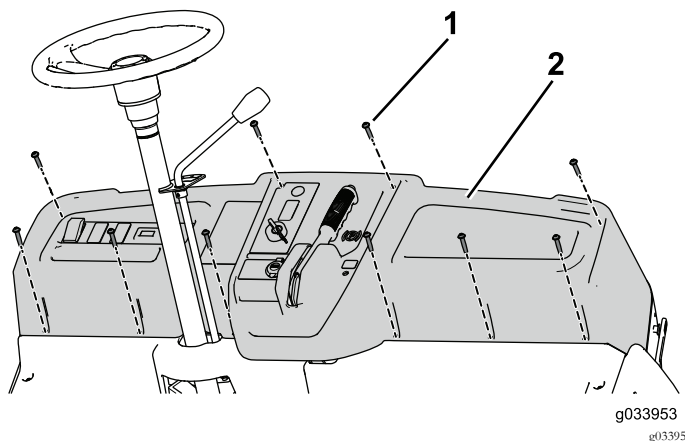

Figura 81
5. Utilice los 10 tornillos (1/4" x 1 1/4") para sujetar el salpicadero a la máquina (Figura 81).